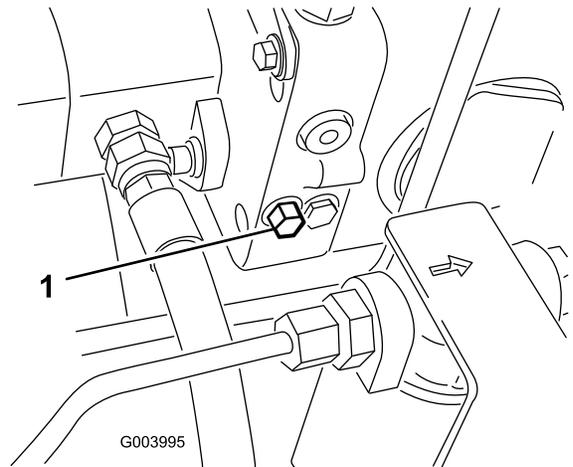

图39
1. 旁通阀位于静液泵的左侧（图39）。将螺栓旋转 1-1/2 圈，打开旁通阀并允许油在内部分流。由于液体被分流，机器可以缓慢移动，而不会损坏传动装置。